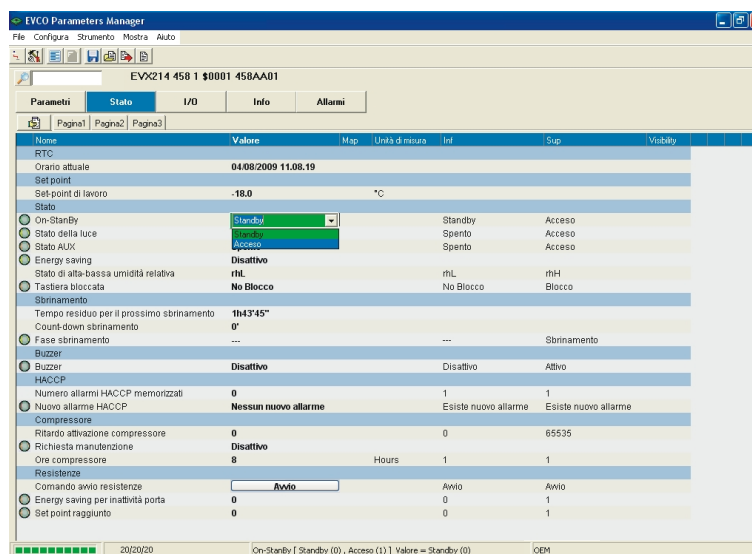

Fig. 19 - Schermata modifica del valore degli stati macchina.
3. Scegliere il valore dal menu a discesa (si veda Fig. 19).
(15) per mostrare/nascondere colonne, fare clic con il tasto destro del mouse sul nome della colonna, quindi scegliere la colonna dal menu di scelta rapida
(18) in base all'impostazione predefinita, la colonna è vuota; per mostrare il valore, fare clic con il tasto destro del mouse sulla riga dello stato macchina, quindi scegliere